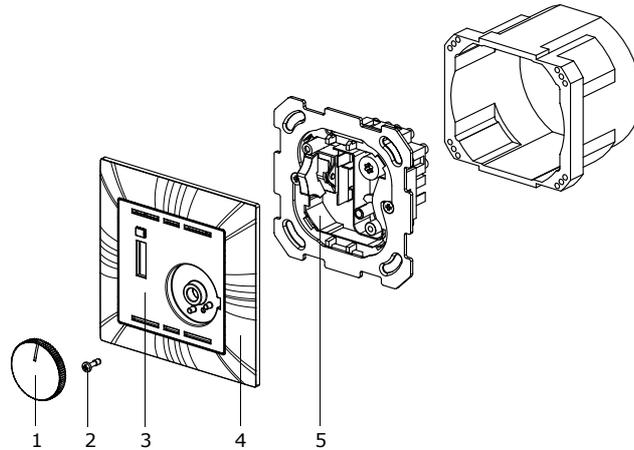
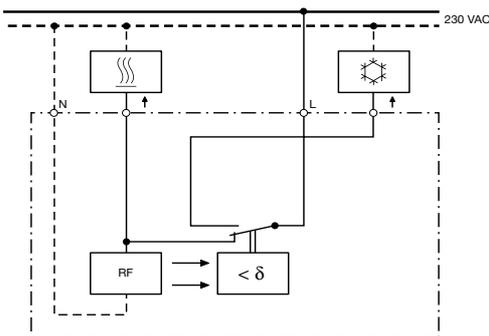

Fig. 1
Fig. 2 4250
2. Raccorder le module électronique (5, fig. 1) selon le schéma (fig. 2 ou 3).
3. Mettre la plaque (3) avec le cadre de recouvrement (4) en place, la fixer au moyen des vis (2) prévues à cet effet.
4. Enfiler le bouton de réglage (1).
### Légende de la fig. 1
### Légende des fig. 2 et 3